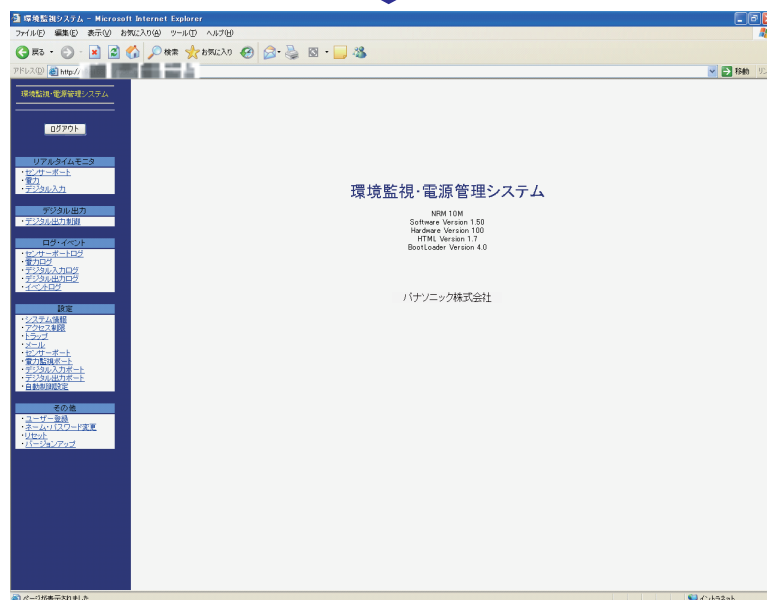

**図 06-2-1 ログイン画面(ブラウザー)**
- IPアドレス入力後、**図06-2-1**のようなログイン画面が表示されます。ユーザー名・パスワードを入力してください。出荷時のユーザー名・パスワードの設定は『manager』となっていますので、各項目に『manager』と入力し、『ログイン』を押してください。画面が表示されない時は、通信条件などの設定に間違いがないかどうかをよく確認してください。